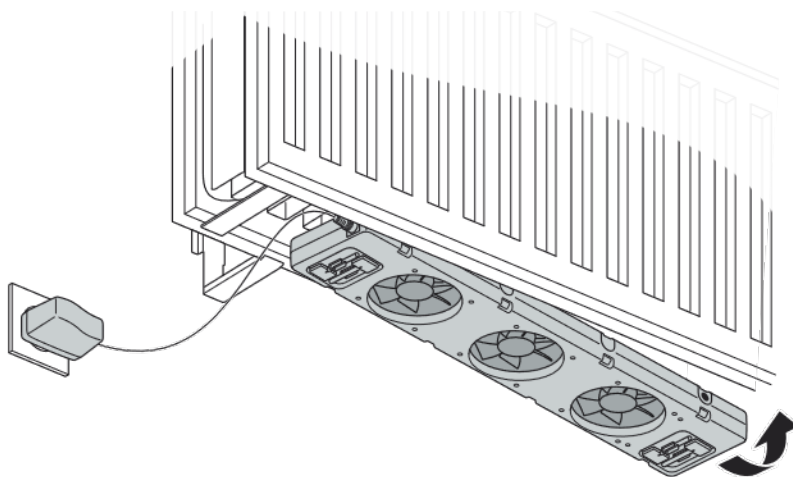

Fig. 2: Fijación del SpeedComfort (A).
- Identifique un espacio donde los soportes de pared del radiador y los clips de conexión no estén en medio. Fije el **SpeedComfort (A)** en la parte inferior entre las placas del radiador con los **imanes ajustables (B)**, (véase fig. 2). El **SpeedComfort (A)** también se puede montar en la parte superior del radiador y bajo una cubierta. **AVISO:** ¡Asegúrese de que los **ventiladores** sigan mirando hacia arriba!